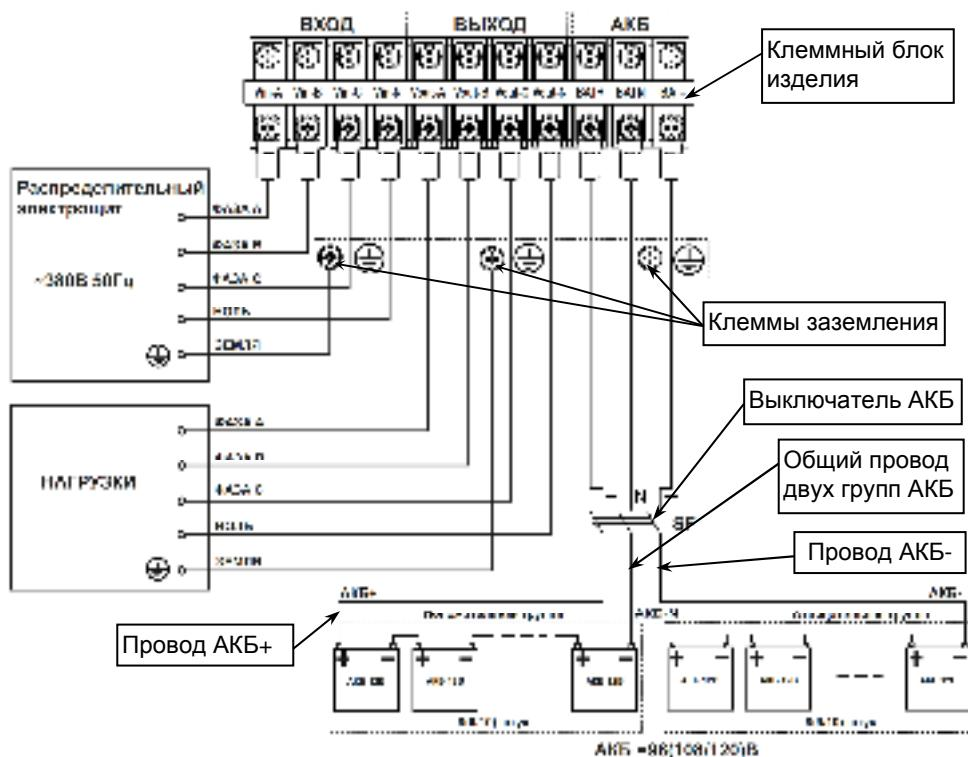

Рисунок 23 — Схема подключения изделия и монтажа аккумуляторной батареи.
Между АКБ и изделием должен быть подключен DC — совместимый термомагнитный защитный автоматический выключатель SF, на номинальный ток 80А, (или комплект предохранителей), расположенный как можно ближе к АКБ, см. рисунок 23.
Автоматический выключатель SF следует перевести в выключенное положение и затем выполнить, **с соблюдением полярности**, последовательное соединение батарей 12В, в соответствии с двуполярной схемой (см. рисунок 23) при помощи перемычек АКБ (НЕ входят в комплект поставки).
- подключение кабелей к клеммному блоку выполняйте в соответствии со схемой (см рисунок 23) и маркировкой, нанесенной на клеммном блоке изделия;
- подключите провода заземления кабелей подключения питающей сети и нагрузки к клеммам заземления (см. рисунок 23);
- Включите защитный автоматический выключатель АКБ (SF) (см. рисунок 23), подождите около 30 секунд;